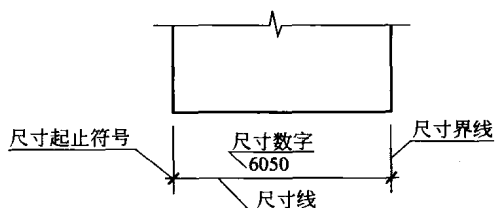

图 1-7 尺寸的组成
- (1) 图样上的尺寸，包括尺寸界线、尺寸线、尺寸起止符号和尺寸数字，如图 1-7 所示。